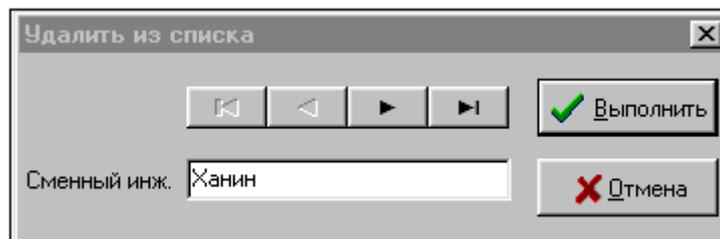

Рисунок 9 - Форма удаления оператора (дежурного) из списка
- "Удалить из списка" (рисунок 9);